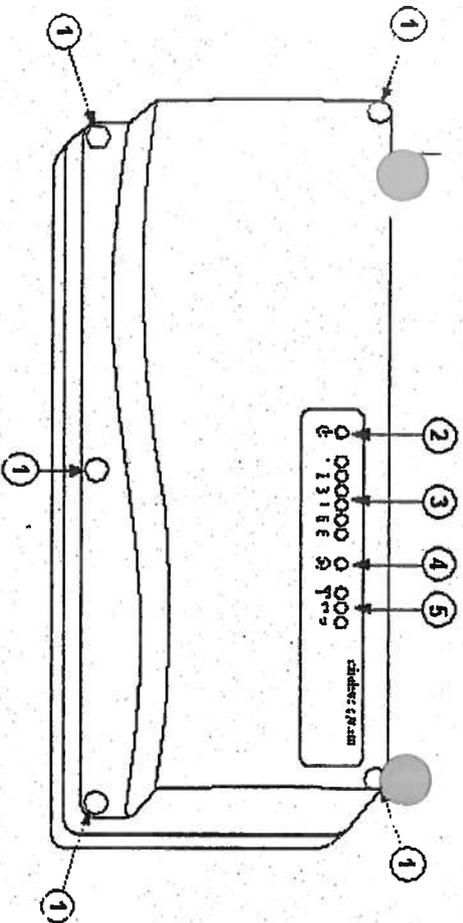

Fig. 1. Trådløs styresystemer 6-kanaler/zoner, type DLP 600M
Monter dækslet igen og fastspænd med skruerne (1) fig. 1.